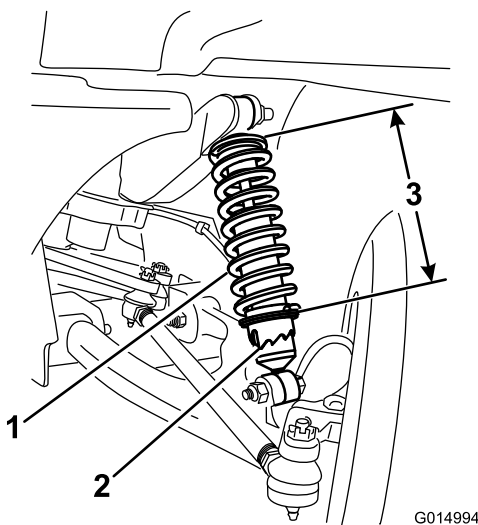

Figura 31
- A. utilizzando l'attrezzo TORO6010 ruotate il collare sull'ammortizzatore per cambiare la lunghezza della molla (Figura 31).